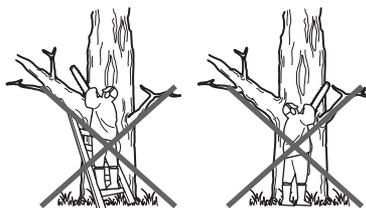

Fig.23
8. Ne tenez jamais l'appareil à bout de bras, et n'essayez pas de couper dans des endroits difficiles à atteindre. N'utilisez pas l'appareil debout sur une échelle. Ne le tenez jamais au-dessus des épaules (Fig. 23).